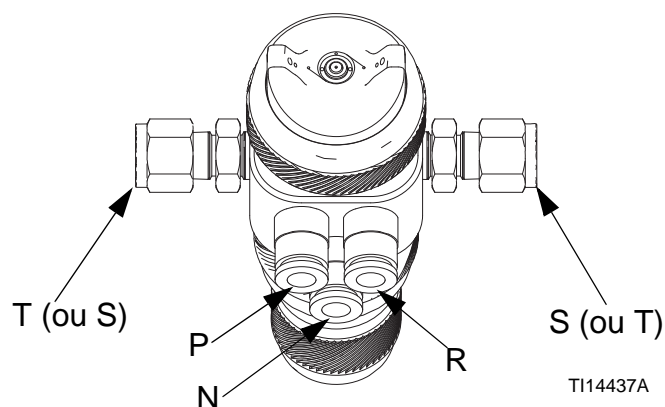

FIG. 9: Ports d'air et de fluide
1. Branchez le flexible (J) d'alimentation à l'orifice d'entrée du fluide (S) du pistolet, le raccord du tube est de 6mm de diamètre extérieur. Voir FIG. 9.
2. Branchez l'autre extrémité du flexible du fluide (J) à un orifice de sortie (M) d'alimentation régulée du fluide.
de sortie du fluide du pistolet (T). Voir FIG. 9.